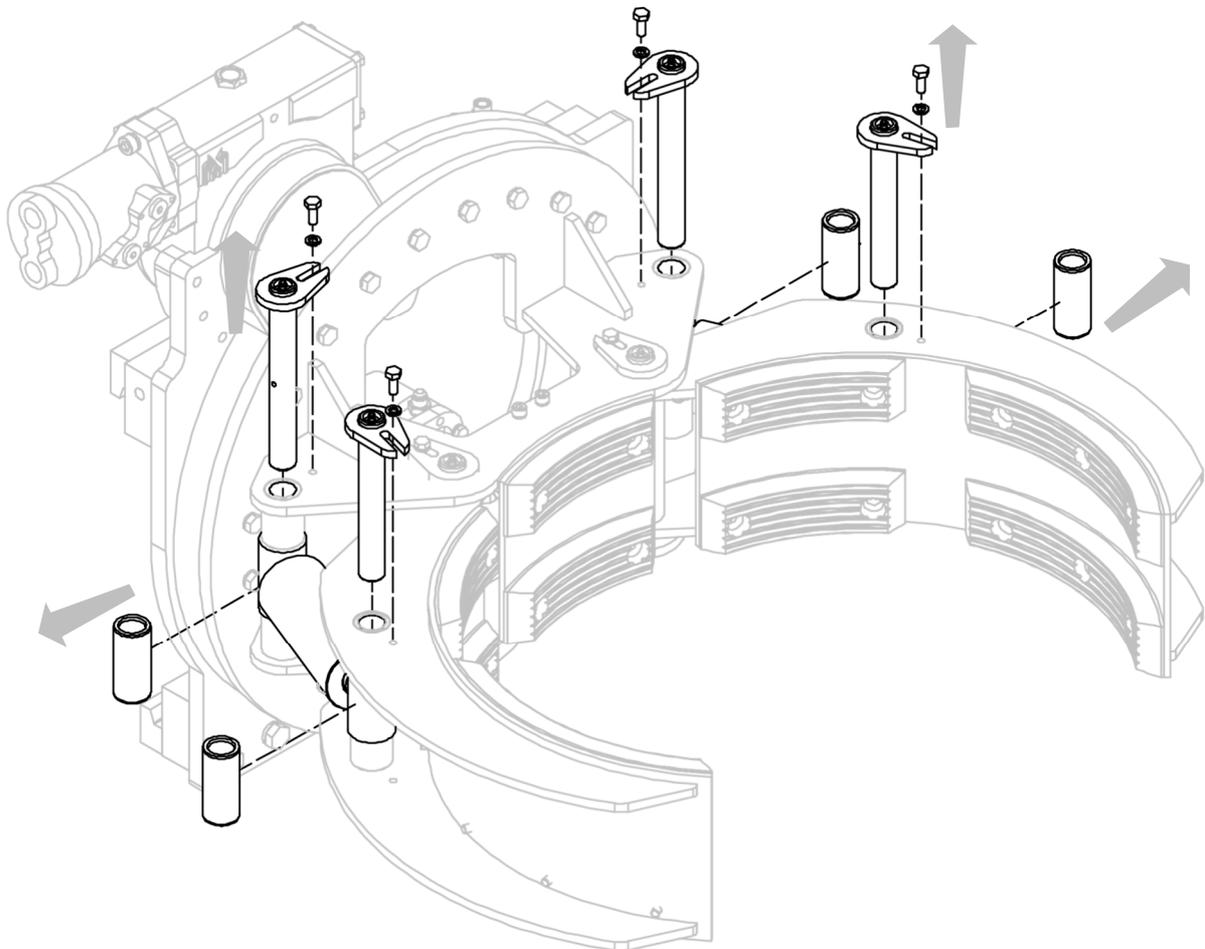

Figure 22
2. Retirer les goupilles de fixation (avec les vis et les rondelles élastiques correspondantes) qui lient les cylindres à la structure fixe et aux mâchoires (voir *Figure 22*). Retirer également les paliers lisses des vérins.